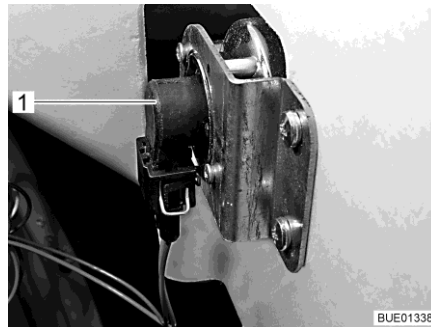

Fig. 164 Indicateur de direction
- Placer la main derrière le support de l'ampoule (Fig. 164,1).